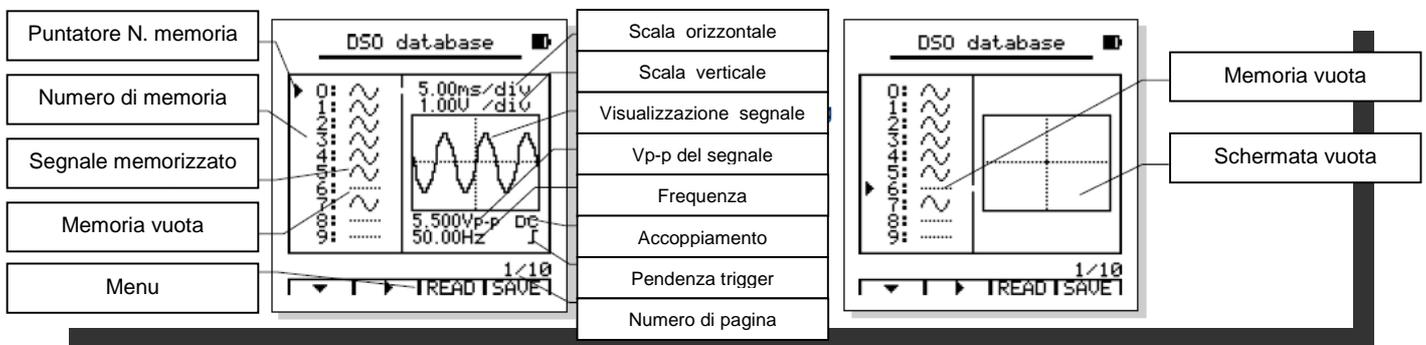
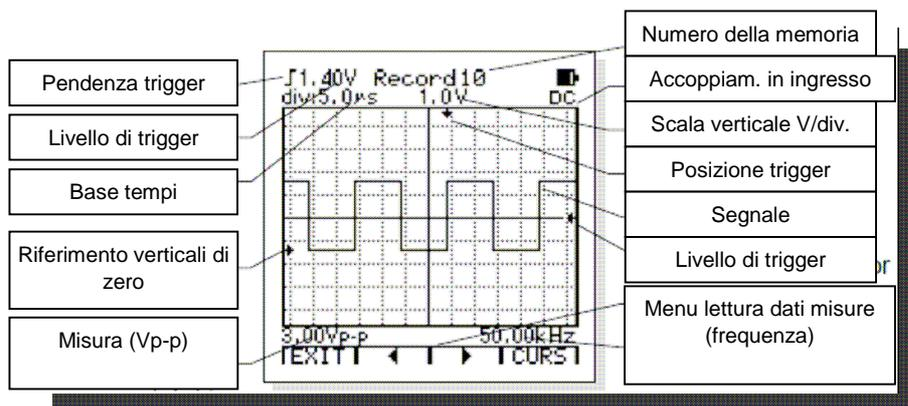

Fig.18
Fig.19
4. Se si richiama una delle forme d'onda elencate sullo schermo, apparirà sullo schermo ingrandita, assieme ai dati di misura. Se si seleziona una posizione vuota non apparirà nessun segnale (Fig.18).
Il tasto **F3** (READ) permette di richiamare e leggere le forme d'onda memorizzate (Fig. 18).
Nella funzione di lettura della forma d'onda (**READ**), il display LCD visualizza la forma d'onda e i parametri relativi come mostrato in Fig.18. Premendo il tasto **FUNCS** possono essere visualizzati valori di tensione diversi: tensione picco picco, tensione media, tensione vero valore efficace TRMS e dBm (Fig.19). Se il valori della forma d'onda non possono essere calcolati, verrà visualizzato il simbolo "?" per richiamare l'attenzione dell'operatore.